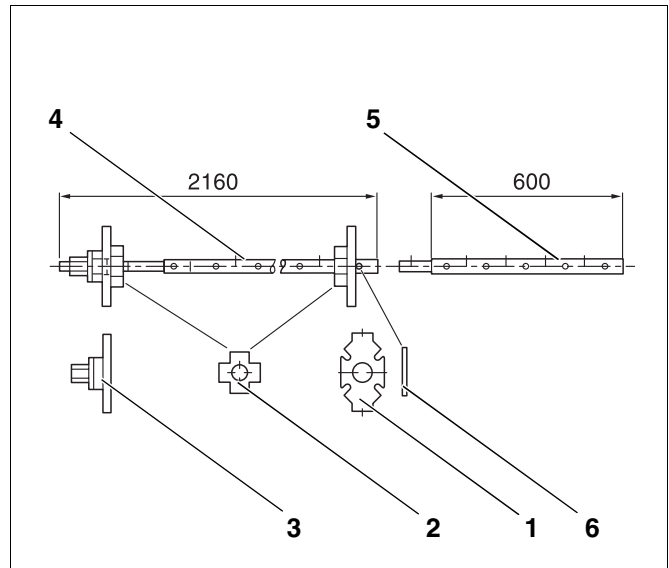
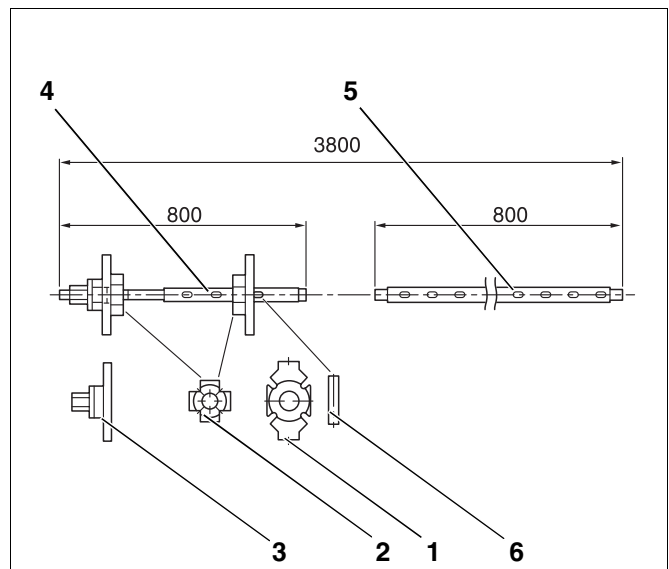

Abb. 4 Kesselpresswerkzeug Größe 2.2 (Maße in mm)
Abb. 5 Kesselpresswerkzeug Größe 2.3 (Maße in mm)
- Kesselpresswerkzeug 2.2 (Abb. 4, Seite 12) oder 2.3 (Abb. 5, Seite 12)